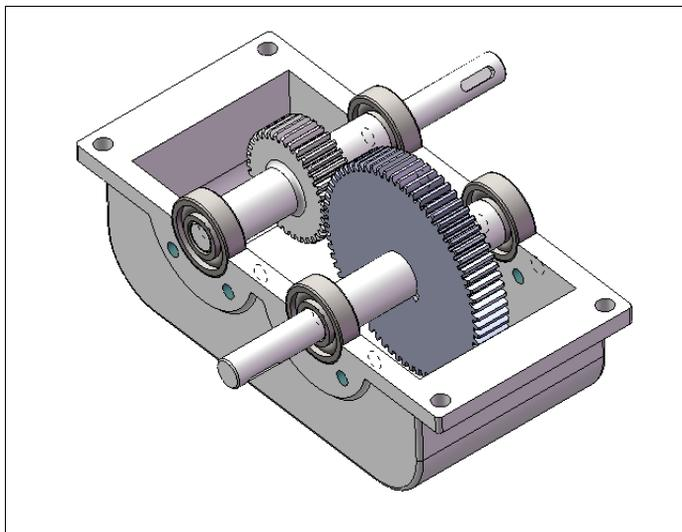

Рис. 6.44
21. Подобным образом установим остальные подшипники в сборку (рис. 6.44).